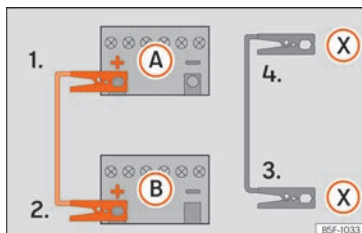

Fig. 55 Schéma de branchement pour les véhicules équipés du système Start-Stop.
- 4b. Sur les véhicules avec système Start-Stop : raccordez une extrémité du câble d'urgence noir (X) à une borne de mise à la terre appropriée, à une pièce métallique massive vissée au bloc-moteur, ou au bloc-moteur lui-même » » » fig. 55.
5. Branchez l'autre extrémité du câble de démarrage noir (X), dans le véhicule avec la batterie déchargée à une pièce en métal massif vissée au carter-moteur ou directement au carter-moteur mais le plus loin possible de la batterie (A).